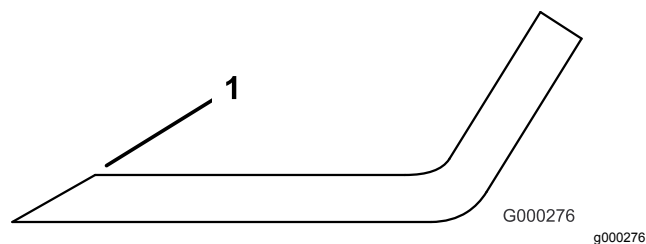

Figura 102
1. Utilize uma lima para afiar aresta de corte em ambas as extremidades da lâmina (Figura 102).